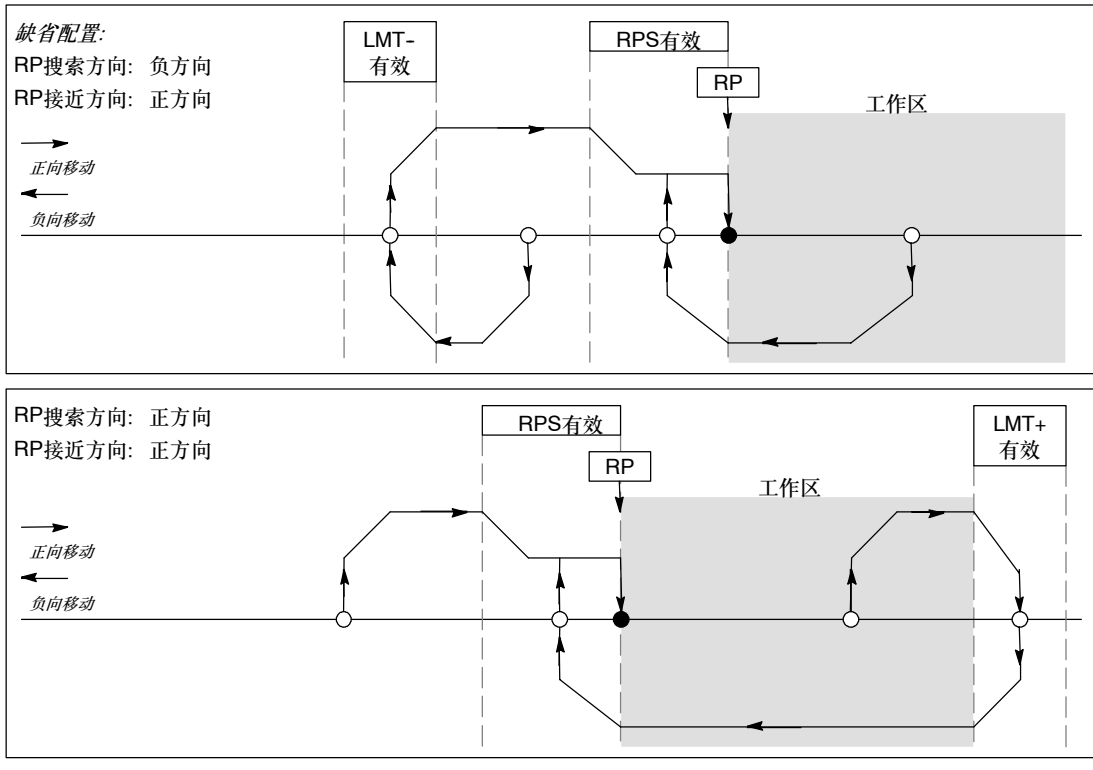

图9-14 RP查找模式1
更多的关于位控模块不同RP搜索顺序的信息，请参见图9-14至9-17，这些图位于页面264至265上。
- 图9-14显示RP查找模式1的两种选项。这种模式将RP定位在靠近工作区一侧的RPS输入开始激活的地方。